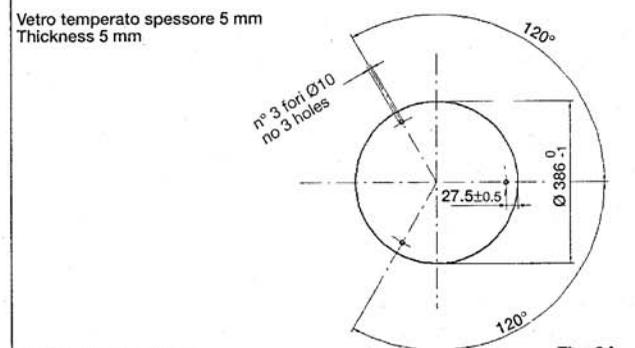

Fig. 3A
- **Atención!** El aparato se puede utilizar solamente con su cristal de protección. Es un vidrio llano templado, tipo sódico-cálcico, 5 mm de espesor (fig.3A/B/C/D/E hacer referencia al dibujo con diámetro del reflector en vuestra posesión).
- **Attenzione!** L'apparecchio deve essere utilizzato solo se completo del suo schermo di protezione. Trattasi di vetro float temperato sodico-calcio spessore =5mm (Fig. 3A/B/C/D/E, riferirsi al disegno inerente il diametro di parabola in proprio possesso).